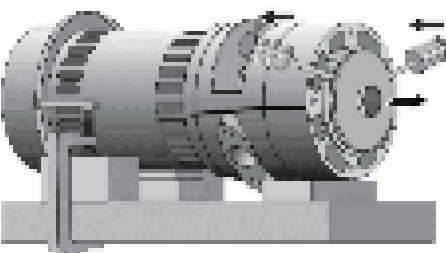

Figure 19
9. Les impulseurs sont clavetées sur l'arbre et ne se dévissent pas. Insérez deux tournevis sur les côtés opposés sous la impulseur exposée et faites levier pour retirer la impulseur (figure 19).